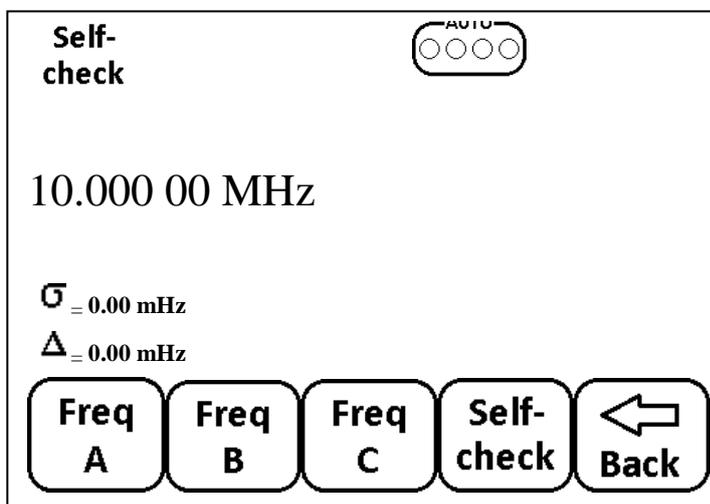

Рис.6.11 Меню выбора канала измерения А, В или С.
- Нажать кнопку меню F1, при этом на экране ЖК монитора появится меню выбора канала измерения, см. Рис.6.11;